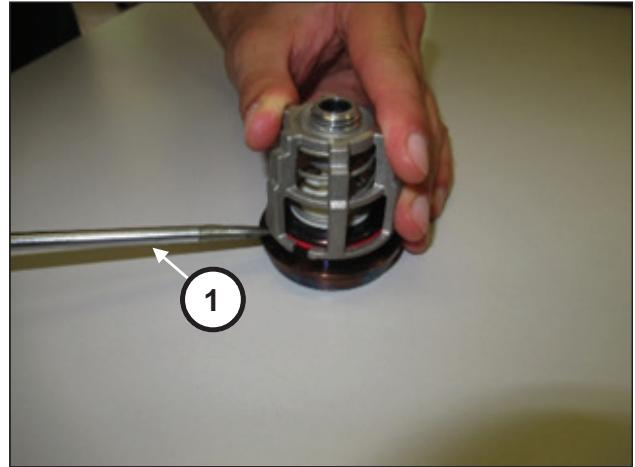

Fig. 108
Démonter les groupes soupape d'aspiration et de refoulement en se servant d'outils simples comme levier (rep. ①, Fig. 108).